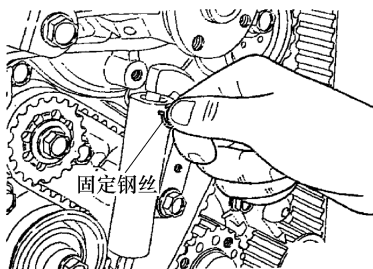

图 4-61 检查张紧器中固定钢丝
14) 将曲轴顺时针旋转两转后，放置约 15min。然后，检查自动张紧器的固定钢丝能否自由滑动，如图 4-61 所示。